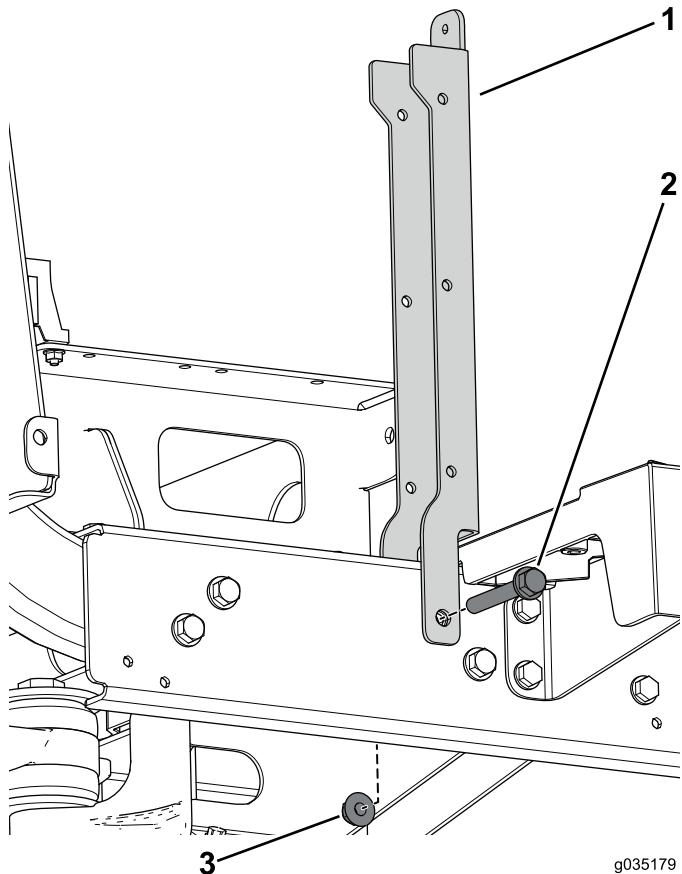

图85
- 4. 使用凸缘螺栓3/8 x 2-1/2 英寸和凸缘螺母固定座椅支架 图85。